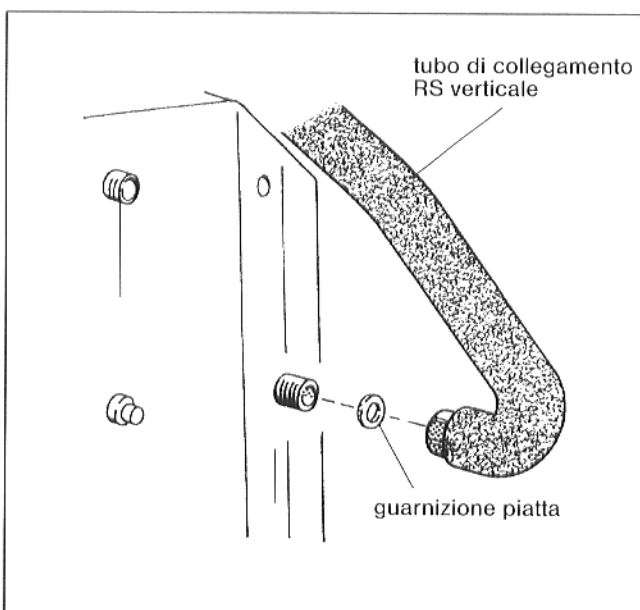

Fig. 7
- Applicare la guarnizione piatta nel dado a risvolto sul lato corto del tubo di collegamento RS piegato ad angolo perpendicolarmente ed avvitare il tubo con l'attacco accumulatore dalla parte del ritorno (Fig. 7).